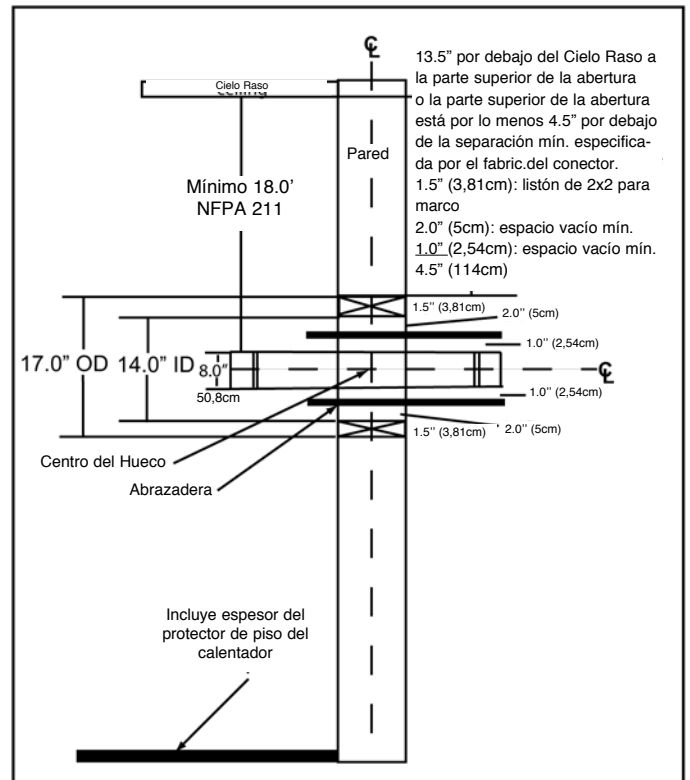

Figura 6.1
1. Abra la pared interior a la altura apropiada para que el conector de chimenea penetre en la chimenea de mampostería. **Figura 6.1.**
3. Construya un marco con medidas externas de 17 pulg. x 17 pulg. (432mm x 432mm) a partir de un listón para marco de 2 x 2, de tal manera que concuerde con la abertura en el muro. La abertura interior del marco no debe ser menor de 14 pulg. x 14 pulg. (356mm x 356mm). **Figura 6.1.**